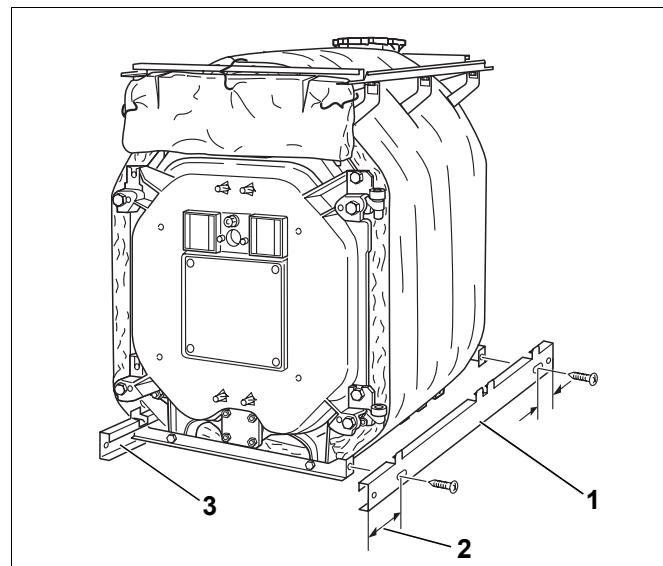

Fig. 47 Montaggio delle guide di zoccolo laterali
- ▶ Agganciare entrambe le guide di zoccolo (fig. 47, [1]) con la sporgenza lunga rivolta verso la parte anteriore (fig. 47, [2]) nelle traverse inferiori.